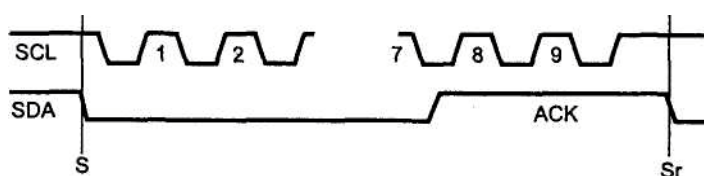

Рис. 11.2. Временная диаграмма байта Start
- ◆ Байт Start предназначен для облегчения программной реализации протокола PC (для функций ведомых устройств, не имеющих полной аппаратной реализации протокола). На байт Start не должно отвечать ни одно устройство. Формируемый сигнал SDA (рис. 11.2) может быть использован как запрос аппаратного прерывания, по которому процессор «вплотную» займется обработкой сигналов PC. До получения этого байта процессор (микроконтроллер) может не отвлекаться на слежение за сигналами интерфейса.